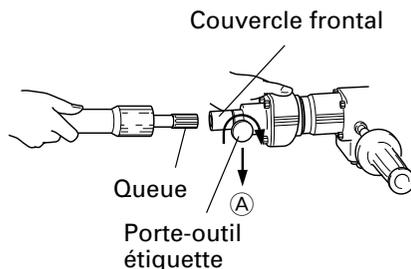

Fig. 3
- (1) Nettoyer la queue de l'outil, puis la graisser avec la graisse.
- (2) Faire glisser le porte-outil dans la direction de la flèche (A) et le faire tourner à 180°. Tourner vers le bas l'encoche de la queue d'outil et l'insérer à fond dans l'orifice hexagonal du couvercle frontal. (Fig. 3)
- (3) Retourner le porte-outil et aligner la marque sur le couvercle frontal avec la marque sur le porte-outil pour fixer l'outil.